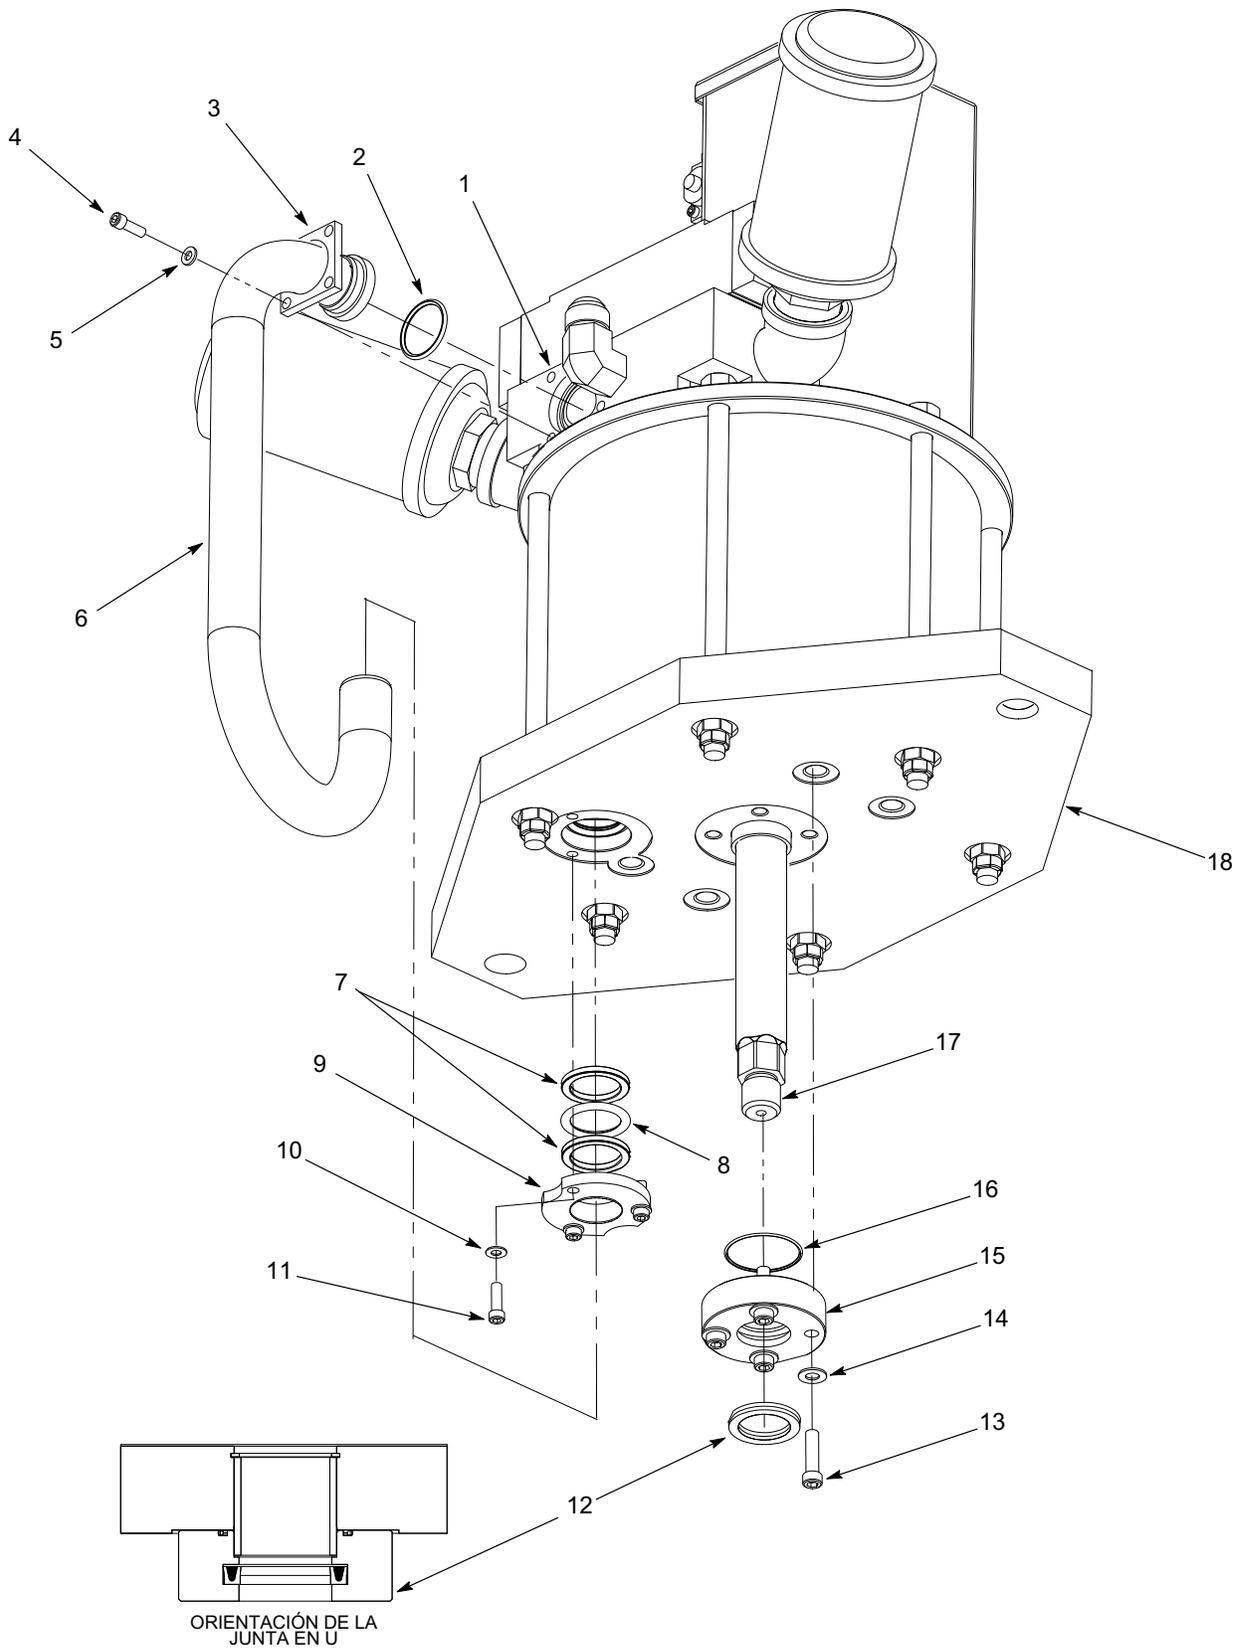

Figura 11 Sustitución de las juntas y los anillos de la placa base
1. Ver la figura 11. Extraer los tornillos (4) y las arandelas (5) que fijan el retenedor del tubo de suministro superior (3) al distribuidor de aire (1).
2. Extraer los tornillos (11) y las arandelas (10) que fijan el retenedor del tubo de suministro inferior (9) a la placa base (18).
3. Extraer el tubo de suministro (6) del distribuidor de aire (1) y de la placa base (18).
5. Sustituir la junta tórica (2) del distribuidor de aire (1). Extraer los anillos Quad (7) y la junta tórica (8) de la placa base (18). Desechar los anillos Quad y las juntas tóricas
1. Ver la figura 11. Lubricar los anillos Quad (7) y las juntas tóricas (8) con grasa TFE. Instalar los anillos Quad y las juntas tóricas en la placa base (18), tal y como se muestra.
2. Instalar el retenedor inferior en la placa base (18) utilizando las arandelas (10) y los tornillos (11). Esta vez, apretar los tornillos únicamente con las manos.
3. Lubricar la junta tórica del distribuidor de aire (2) con grasa TFE e instalarla en el distribuidor de aire (1).
4. Instalar el retenedor superior (3) en el tubo de suministro de aire (6).
5. Insertar con cuidado la parte inferior del tubo de suministro de aire (6) a través del retenedor inferior (9) y en la placa base (18).
6. Insertar con cuidado la parte superior del tubo de suministro de aire (6) en el distribuidor de aire (1).
7. Fijar el retenedor superior (3) al distribuidor de aire (1) utilizando los tornillos (4) y las arandelas (5). Apretar los tornillos a 10-12 ft-lb (13-16 N•m).
8. Apretar los tornillos del retenedor inferior (11) a 10-12 ft-lb (13-16 N•m).
1. Ver la figura 11. Extraer los tornillos (13) y las arandelas (14) que fijan el retenedor de la varilla del pistón (15) a la placa base (17).
2. Retirar la junta tórica (16) y la junta en U (12) del retenedor de la varilla de pistón (15). Desechar la junta tórica y la junta en U.
3. Lubricar la junta tórica (16) y la junta en U (12) nuevas con grasa TFE. Insertar la junta tórica y la junta en U en el retenedor de la varilla de pistón (15), tal y como se muestra.
4. Instalar el retenedor de la varilla del pistón (15) en la placa base (17) utilizando los tornillos (13) y las arandelas (14). Apretar los tornillos a 22-25 ft-lb (30-33 N•m).